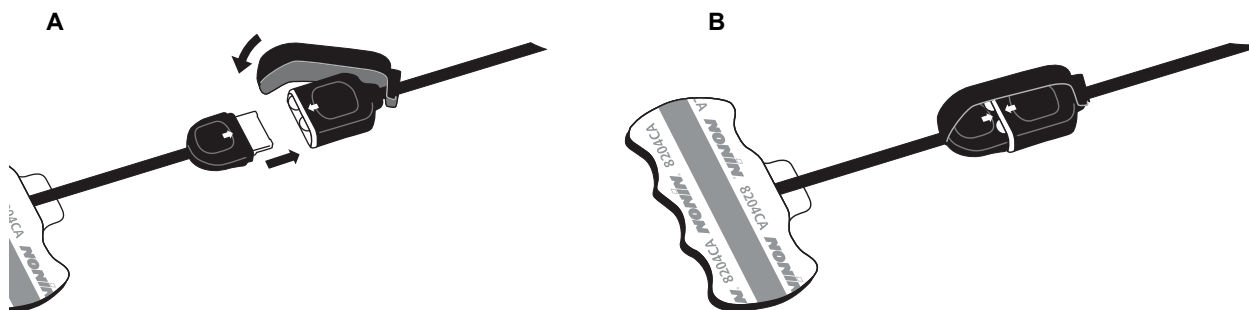

Figura 15. Collegamento del sensore al cavo intermedio
- Allineare la freccia sul connettore del sensore a quella sul cavo INT-100 (A nella figura 15). Inserire il connettore del sensore nella porta del cavo INT-100.
- Fare scorrere il blocco del sensore sulla porta. Fissare il blocco del sensore in modo che copra i lati della porta e il connettore del sensore. Il cavo del sensore si inserisce nella tacca sul blocco del sensore (B nella figura 15).